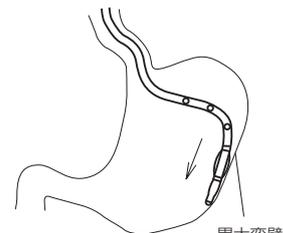

図8
10. X線透視下に患者の体位を変えながら、本品を胃大弯壁に沿って幽門前庭部まで進める（図8）。